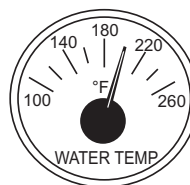

Figure 48. Jauge de température du liquide de refroidissement
8. La jauge de température du liquide de refroidissement (Figure 48) indique la température du liquide de refroidissement. Dans des conditions de fonctionnement normales, la température du liquide de refroidissement est d'environ 82°C.